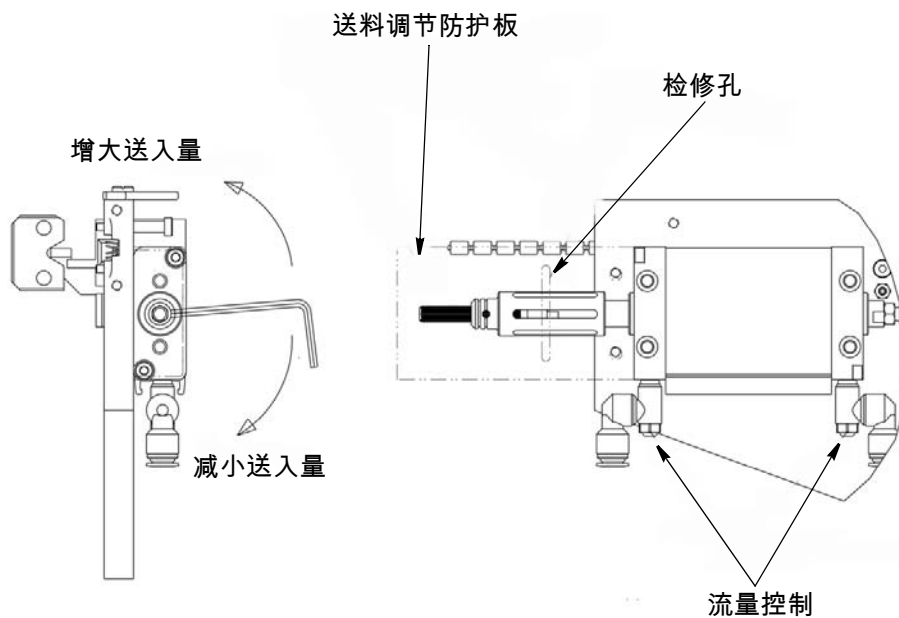

图 25
3. 朝需要的方向转动调节轮，以增大或减小送料距离（图 25）。